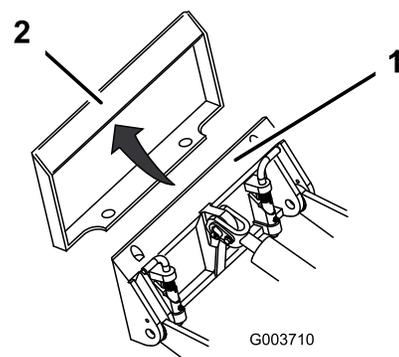

Figura 24
4. Coloque la placa de montaje debajo del reborde superior de la placa receptora del apero (Figura 24).